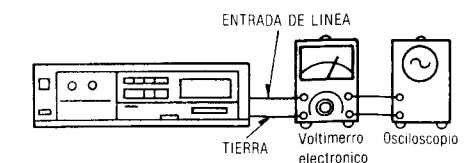

Fig. 2
- Efectuar las conexiones como muestra la Fig. 2.
- La conexión del equipo de prueba se muestra en la Fig. 2.